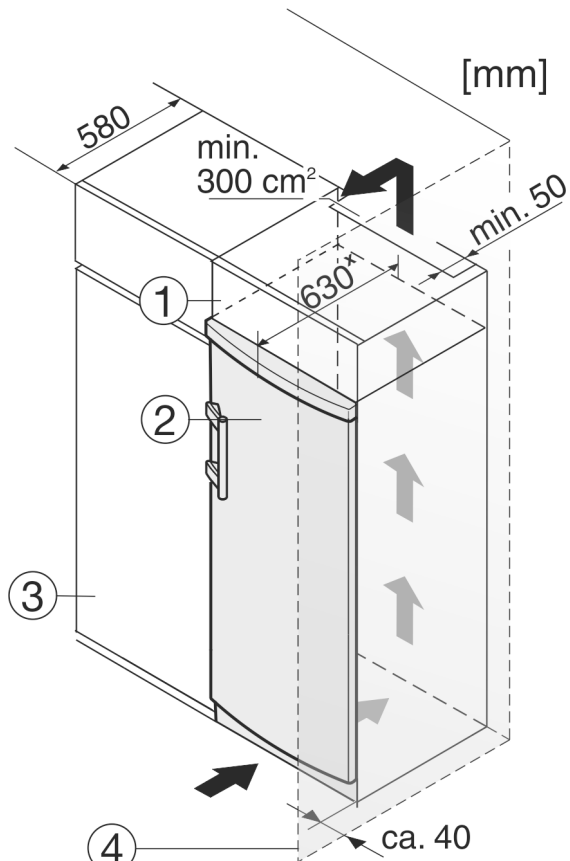

Fig. 10
- (1) Nadstavná skrinka
- (2) Zariadenie
- (3) Kuchynská skriňa
- (4) Stena
Zariadenie môže byť zabudované medzi kuchynskými skriňami. Aby sa zariadenie Fig. 10 (2) prispôbilo výške kuchynskej linky, môže sa nad zariadením umiestniť nadstavná skrinka Fig. 10 (1).
Pri vstavaní s kuchynskými skriňami (hĺbka max. 580 mm) je možné zariadenie inštalovať priamo vedľa kuchynskej skrine Fig. 10 (3). Zariadenie vyčnieva nabok 34 mm * a v strede zariadenia 50 mm * oproti prednej časti kuchynskej skrine.
Ak je zariadenie umiestnené so zavesením vedľa steny *Fig. 10 (4)*, musí vzdialenosť medzi zariadením a stenou činiť minimálne 40 mm. To zodpovedá presahu držadla pri otvorených dverách.